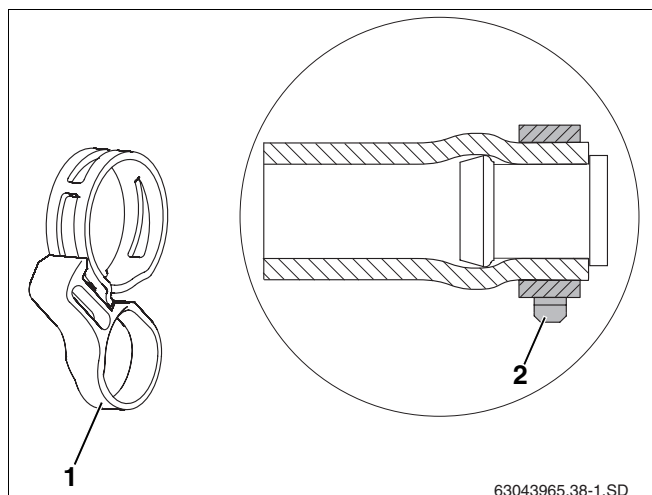

Fig. 39 Fascetta stringitubo con anello di sicurezza dopo il montaggio del tappo cieco
- La fascetta stringitubo deve assolutamente essere portata nella giusta posizione (fig. 39, **pos. 2**) prima della rimozione dell'anello di sicurezza (fig. 39, **pos. 1**). Un allentamento eseguito in un secondo tempo con delle tenaglie potrebbe infatti diminuire la forza di serraggio.